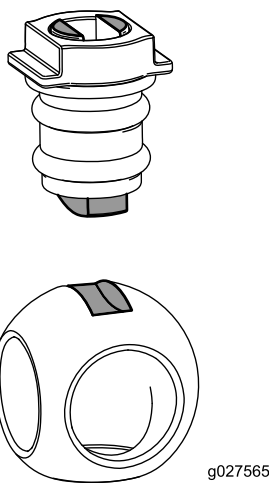

图 114
6. 将球插入阀体 (图 114)。
**注意** 阀杆应能够插入球驱动槽内部。如果阀杆不能插入请调整球的位置 (图 114)。